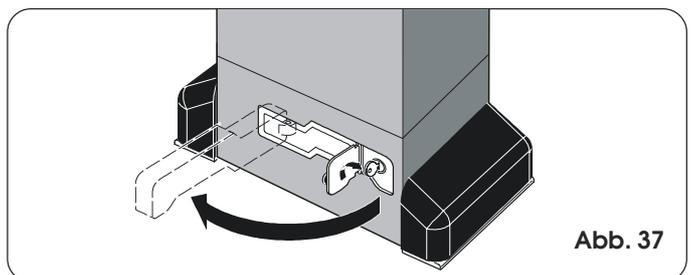

Abb. 37
- 2) Den Schlüssel im Uhrzeigersinn drehen und den Entriegelungshebel ziehen, wie in Abb. 37 gezeigt.